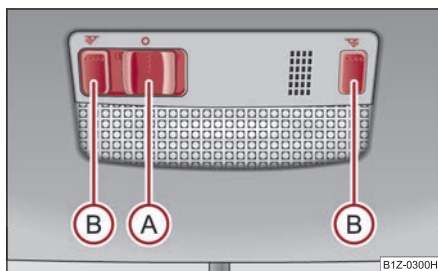

Fig. 63 Escotadura del revestimiento interior del techo:
- Pulsar el conmutador **(A)** hacia la izquierda; aparecerá el símbolo ⇒ fig. 63.